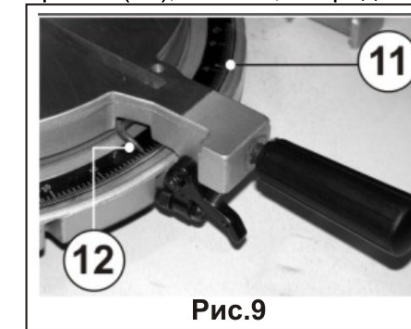

Рис.9
Указатель (12), Рис. 9, показывает фактический угол пиления. Цена деления шкалы (14) 1/2 градуса. В результате, когда указатель перемещается по шкале от одного деления к следующему, угол пиления меняется на 1/2 градуса.